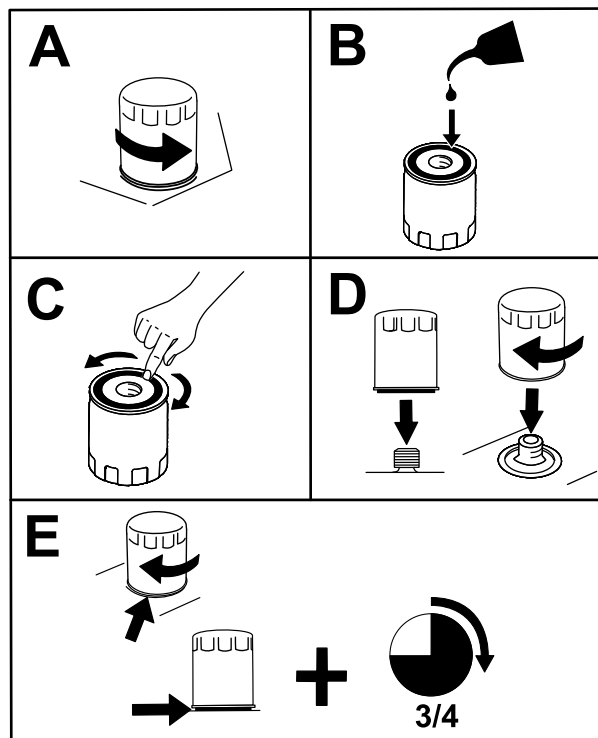

Figura 36
2. Cambiate il filtro dell'olio motore (Figura 36).